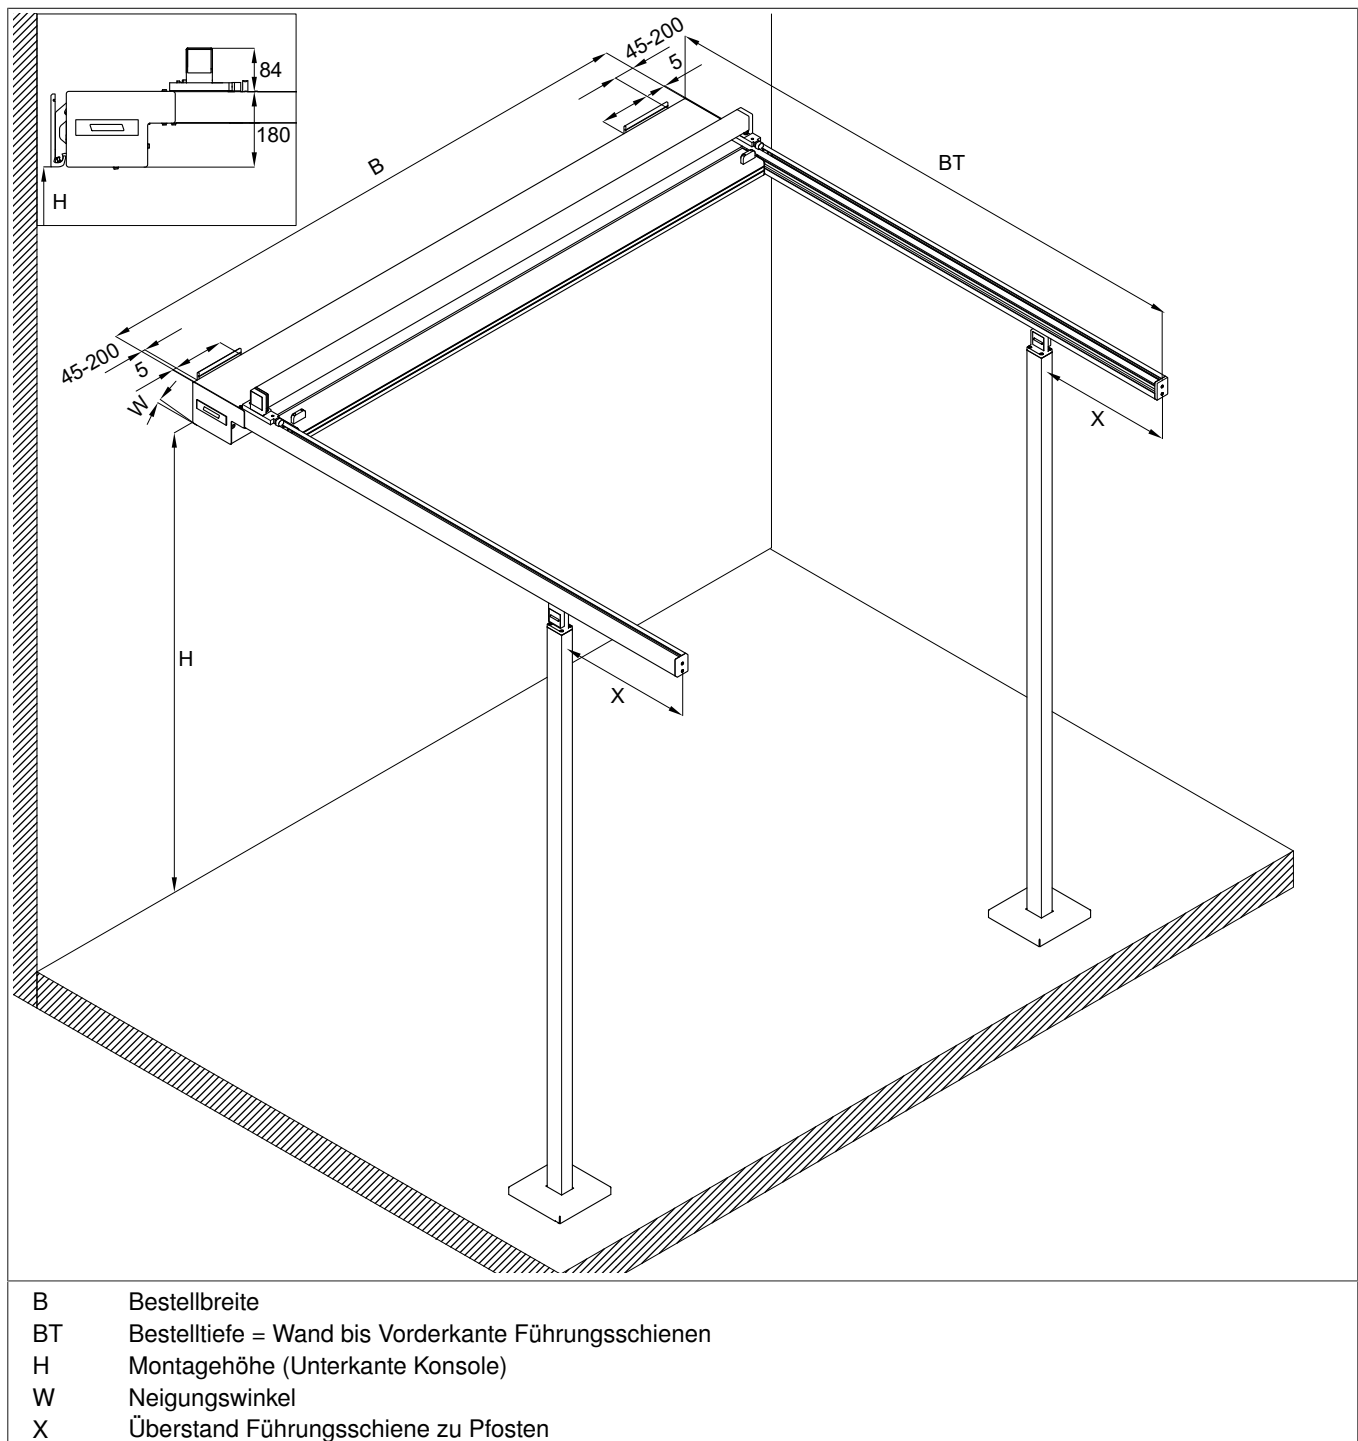
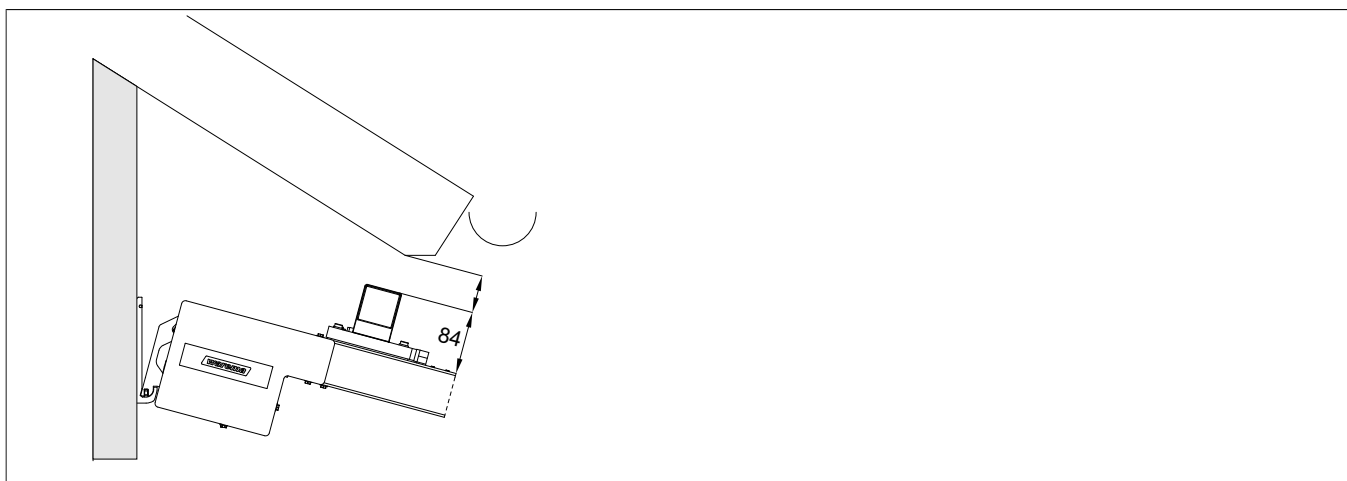

Abb. 3: Maßskizze für Pergola-Markise Perea P20 (alle Maßangaben in mm)
Abb. 5: Montageraum mitlaufendes Verstärkungsprofil (alle Maßangaben in mm)
- Aufnahme auf Position schieben! Maximalen Abstand von Außenkante Markise beachten (siehe Abb. 3)! Schraube [3] anziehen!
- Position der Konsolen auf dem Montageuntergrund übertragen (siehe Abb. 3/Seite 8)! Dabei den benötigten Abstand zu Decke beachten (siehe Abb. 5). Auf Höhegleichheit achten.